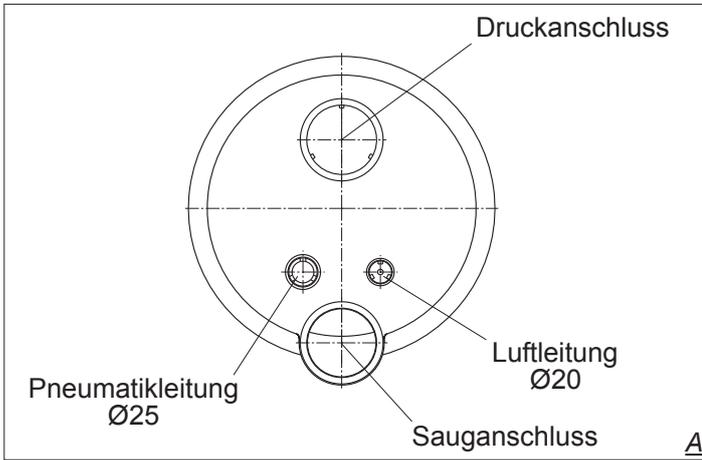
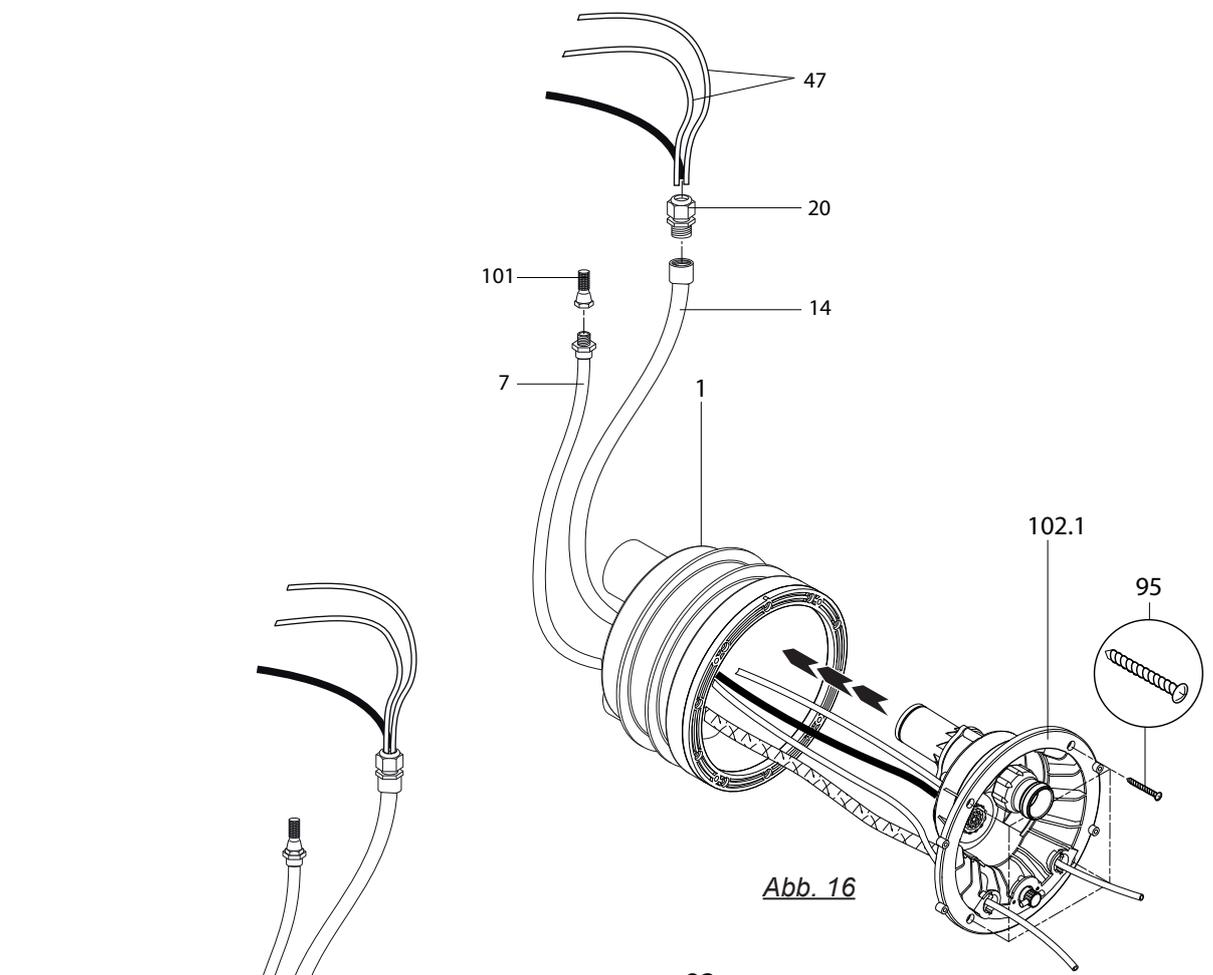

Abb. 9
Abb. 16
- 2) Einkleben des Kabelschutzschlauches und des Luftleitungsschlauches. (Abb. 9)
- 3) Das Düsengehäuse (102.1) am Einbaugeschüss (1) ansetzen.
- 4) Pneumatikschläuche und Kabel des Scheinwerfers durch den Schutzschlauch (14) führen und mit Kabelverschraubung (20) abdichten.
- 5) Luftleitung mit Klemme (8) am werksseitig vormontierten Luftregler (21) befestigen.
- 6) Das kpl. Düsengehäuse (102.1) mit 4 selbstschneidenden Schrauben (95) am Einbaugeschüss (1) befestigen. (Abb. 16)